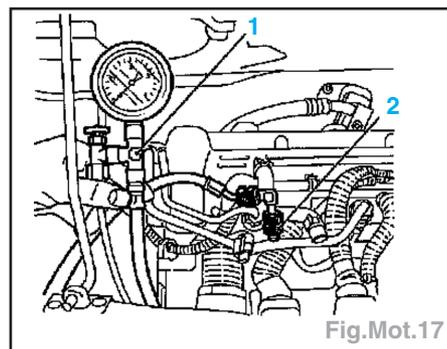

Fig.Mot.17
- faire chuter la pression du circuit de carburant avec l'appareil KM-J-34730-91 (1) par le raccord (2) (Fig.Mot.17).
- Faire chuter la pression du circuit de carburant avec l'appareil KM-J-34730-91 (1) par le raccord (2) (Fig.Mot.17)